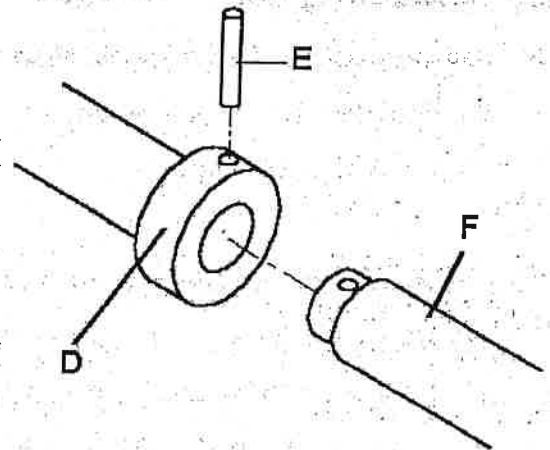

Abbildung 30
7.7.1. Scherstift für Zugspindel Abb. 30